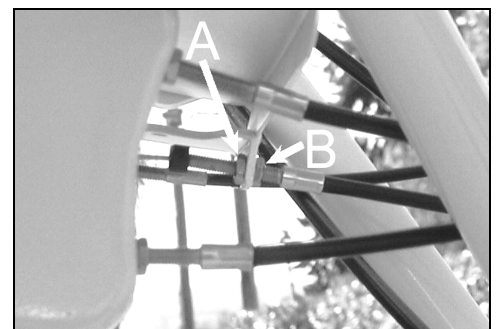

Figure 14
-Pour tendre le câble, dévissez le tendeur (figure 14, repère A) et vissez le contre-écrou de blocage (figure 14, repère B).